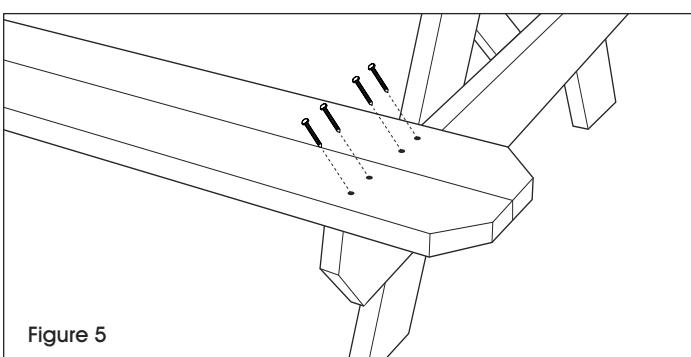

Figure 5
11. Placez le bord extérieur du banc à ras avec l'extrémité des renforts de soutien du banc et alignez les extrémités du banc avec le bord du dessus de table. Utilisez une mèche de perceuse de 1/8 po pour percer les trous. Fixez le banc aux renforts de soutien à l'aide de huit vis à bois de 2 ½ po par banc. Répétez l'opération pour l'autre banc. (Voir Figure 5)